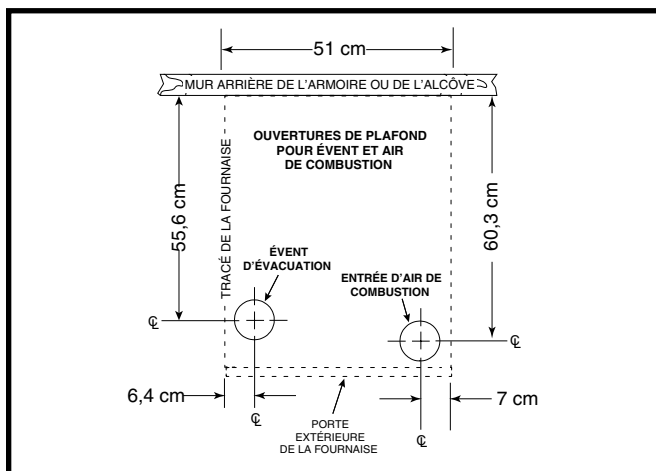

Figure 10. Dimensions de l'ouverture de plafond
REMARQUE IMPORTANTE : Les ouvertures dans le plafond et le toit doivent être positionnées soigneusement pour prévenir les erreurs d'alignement entre la fournaise, les conduits d'air de combustion et les conduits d'évacuation. Voyez la Figure 10.
2. En utilisant les lignes centrales comme point de départ, tracez le reste du trou pour les conduits en fonction des dimensions montrées à la Figure 10.